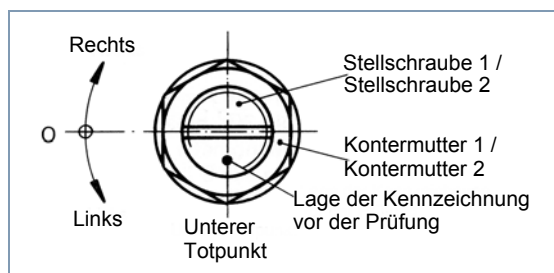

Abb. 4 Unterer Totpunkt
- i** Die Kennzeichnungen der Stellschrauben 1 und 2 müssen sich in der Lage „Unterer Totpunkt“ befinden (siehe Abb. 4).